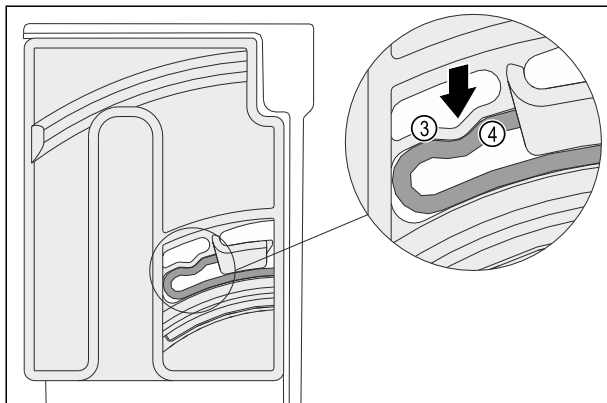

Fig. 117
- Еластичний елемент Fig. 117 (3) поворотного модуля зафіксується з характерним звуком у заокругленні ребра Fig. 117 (4).